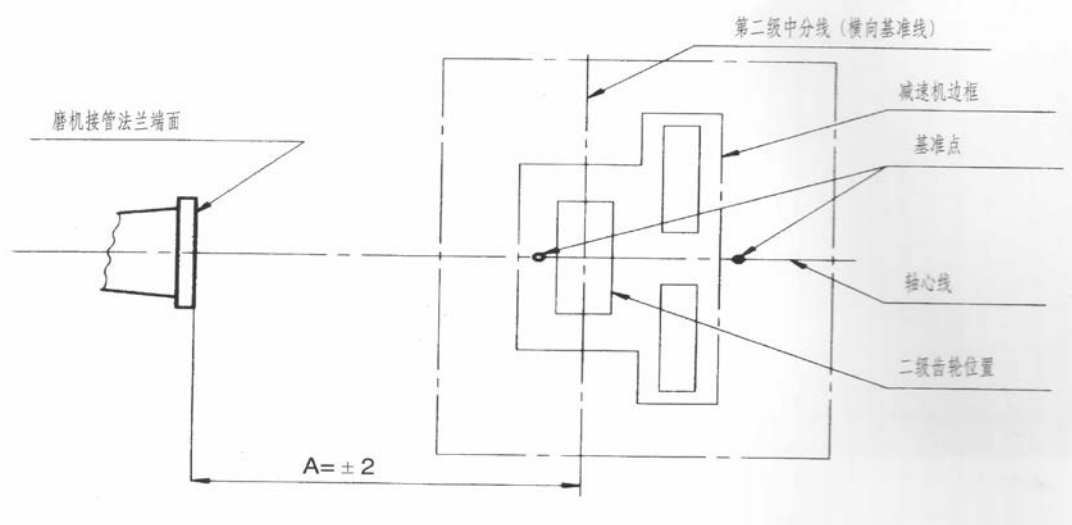

图 1-2 设备基础检查示意
3.1.2 在减速机安装基础的表面，在指定的位置上应标有减速机轴心的基准点。磨机接管法兰端面与减速机输出级传动齿轮中心线的距离是否符合设计要求（见图 1-2）。图中“A”的设计尺寸，在减速机安装示意图中给定。